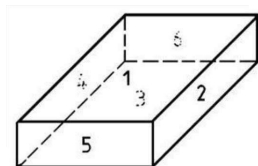

Fig.1
- La caja debe colocarse plana por el lado más grande (véase la Fig. 1).